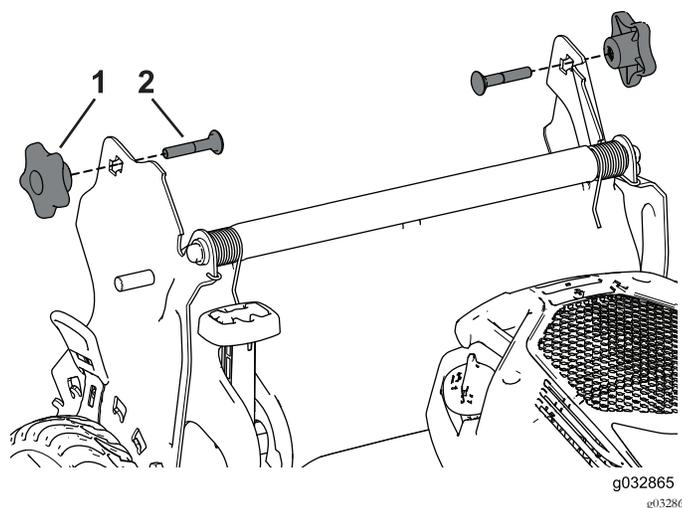

図 3
1. ハンドルブラケットからハンドルノブ2個とキャリッジボルト2本を外して保管する 図 3。